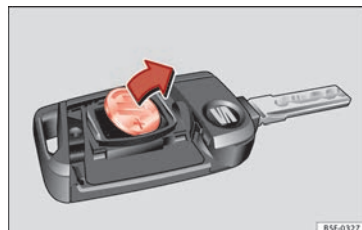

Fig. 119 Chave do veículo: extrair a pilha.
- Extraia a pilha do compartimento com um objeto fino adequado » **Fig. 119**.
- Coloque a pilha nova no compartimento, pressionando-a tal como se mostra » **Fig. 119**, no sentido contrário ao da seta » ❷.